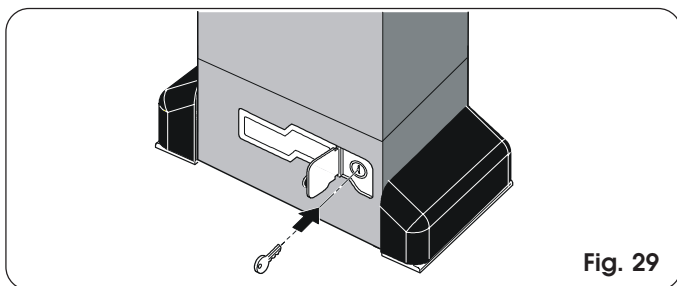

Fig. 29
- 2) Maak het beschermddeurtje open steek de hiervoor bijgeleverde sleutel in het slot (fig.29);